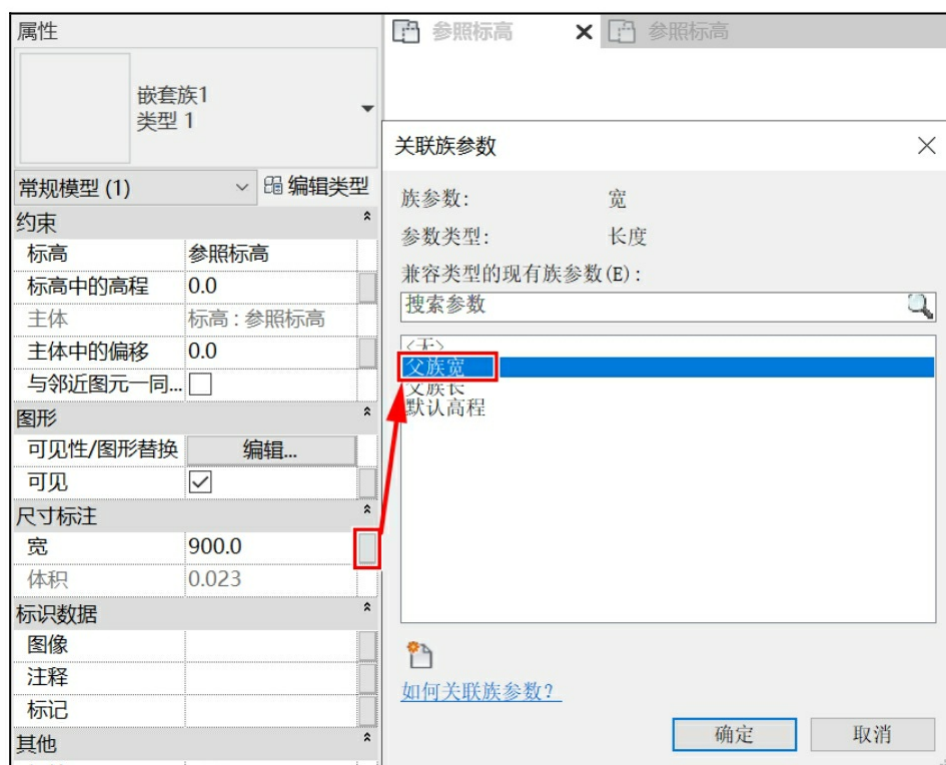

图7-96
(8) 单击绘图区域中的长方体，在“属性”对话框中只能看到实例参数“宽”，而看不到类型参数“长”，如图 7-96 所示。单击参数“宽”最右边的“关联族参数”按钮，打开“关联族参数”对话框，选择“父族宽”参数，这样即可用“父族.rfa”中的“父族宽”参数去驱动“嵌套族1.rfa”中的“宽”参数。